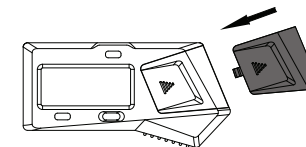

Abb. 3
- Schließen Sie die Batterieabdeckung (Abb. 3).